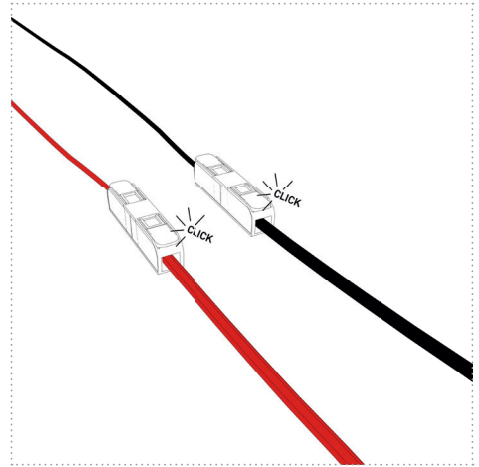

Figure 19
3. Connectez maintenant les câbles côté bateau aux bornes de connexion du câble de raccordement (*figure 19*). Veillez à ce que le câble rouge corresponde au pôle positif (+) et le câble noir au pôle négatif (-).